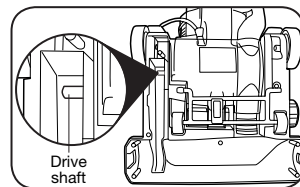
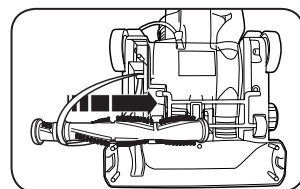

Fig. 3
Fig. 4
3. Coloque una nueva cinta alrededor del eje de transmisión (Fig. 3) y la junta elevada entre las cerdas en el rodillo (Fig. 4).